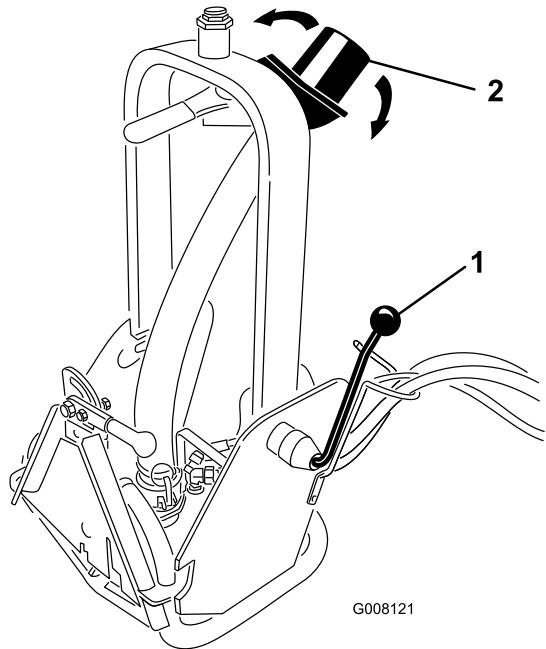

図 6
吐出ノズル（図 6）は、上下方向または左右方向に動かして水を飛ばす方向を調整することができます。
- ・ ロックアップ・ハンドル（図 6）を回して、ピボット・タワーのロックを解除する。